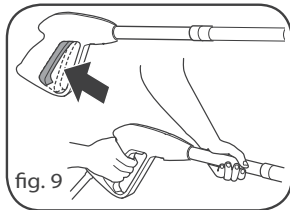

fig. 9
5. Premere la leva della pistola per eliminare l'aria presente nella pompa ed aspettare che esca dall'ugello un flusso d'acqua costante (fig. 9).